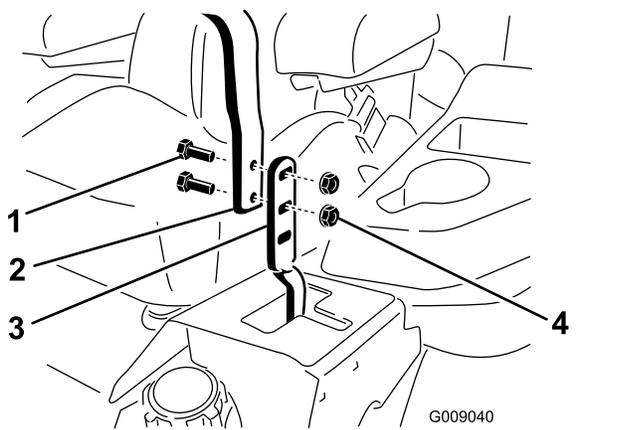

Figura 91
3. Afloje los pernos y las tuercas con arandela prensada de las palancas (Figura 91).